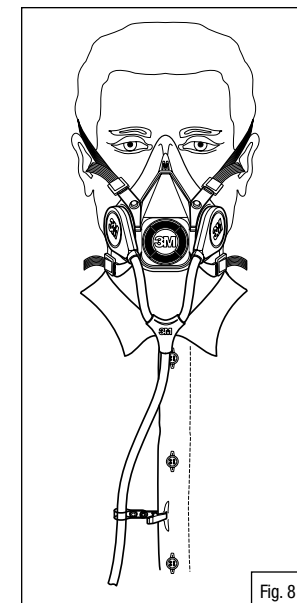

Fig. 8
5. Utiliser la pince pour fixer fermement le tuyau de respiration SA-1500 ou SA-1600 3M à ses vêtements. (Fig. 8)